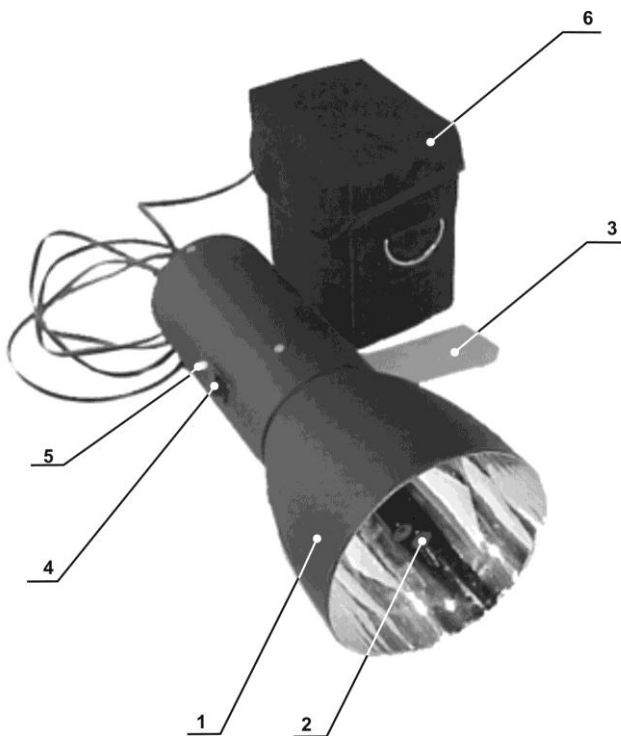

Рис. 2.1 Внешний вид облучателя
2.3 Конструктивно облучатель выполнен (см. рис. 2.1) в легком дуралюминиевом корпусе, в передней части которого находится отражатель 1 с ультрафиолетовой лампой 2. Корпус снабжен удобной для переноски ручкой 3. На нем также расположены кнопка 4 включения/выключения питания и световой индикатор 5 разряда внешнего аккумулятора 6. На задней стенке корпуса находится держатель предохранителя (на рис.2 не виден).